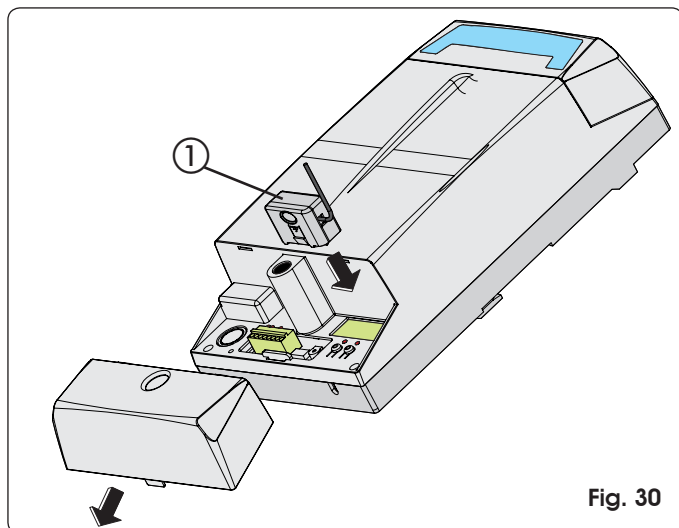

Fig. 30
De apparatuur is voorzien van een geïntegreerd decoderingsysteem (DS, SLH, LC) met twee kanalen, OMNIDEC genaamd. Met dit systeem kan, door middel van een aanvullende ontvangstmodule (Fig. 30 ref. ①) en afstandsbedieningen met dezelfde frequentie, zowel de volledige opening (OPEN A) als de gedeeltelijke opening (OPEN B) van het automatische systeem in het geheugen worden opgeslagen.